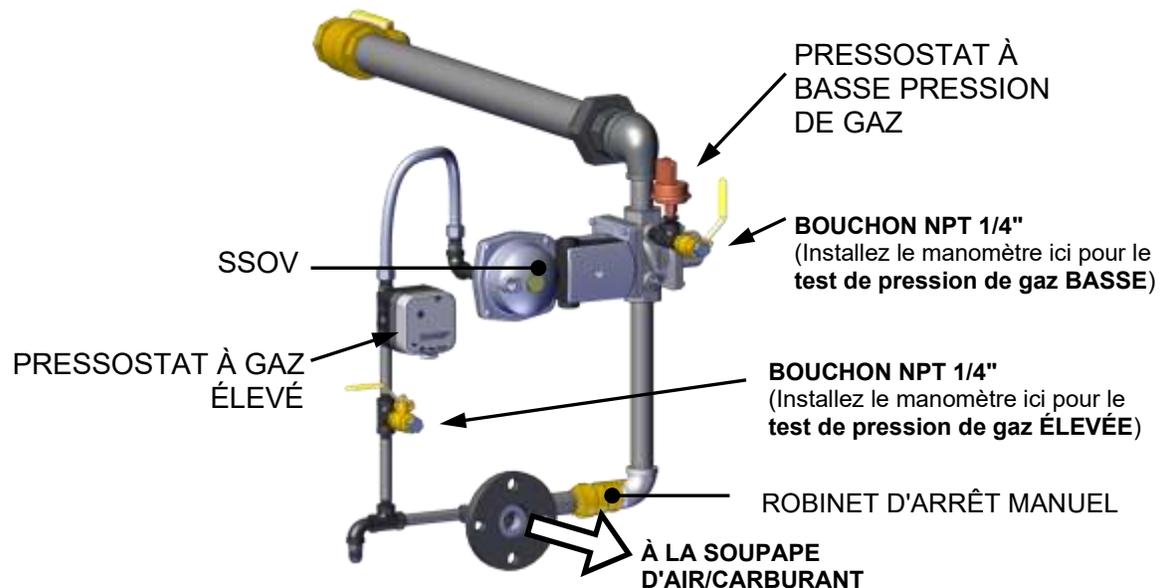

Figure 5.2 : Essais de basse et haute pression de gaz (train de gaz de INN600N à 800 N illustré)
Pour simuler un défaut de gaz à basse pression, voir la figure 5.2 et procédez comme suit :
1. Voir la figure 5.2 et s'assurer que le robinet à boisseau sphérique de détection de fuites situé au niveau du **pressostat de basse pression de gaz** est fermé.
Pour simuler un défaut de gaz à haute pression, voir la figure 5.2 et procédez comme suit :
2. Retirez le bouchon de 1/4 po du robinet à boisseau sphérique de détection de fuite situé au pressostat **de gaz élevé** (voir la figure 5.2).